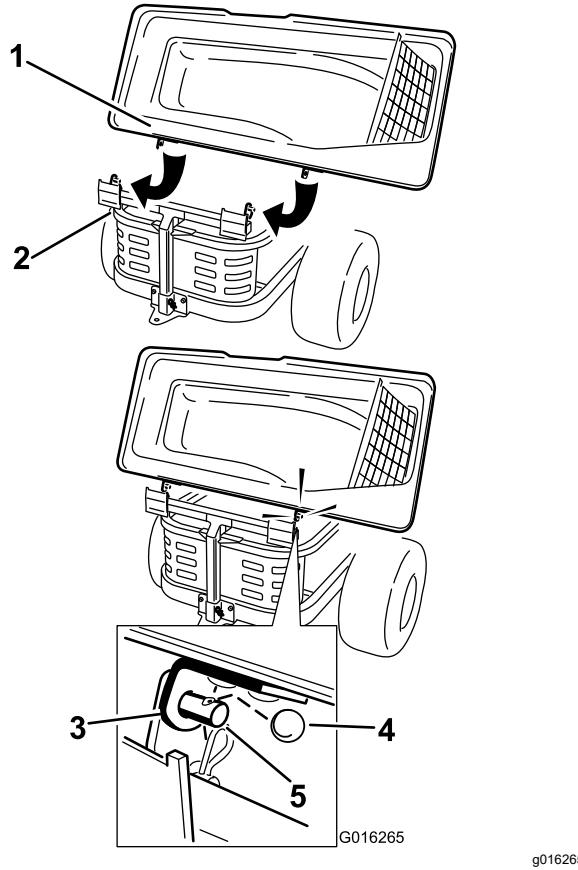

Figura 21
- Glisai suporii peste tijele de pe cadrul sistemului de colectare i montai cuiul spintecat circular în orificiul din tija din dreapta (Figura 21).